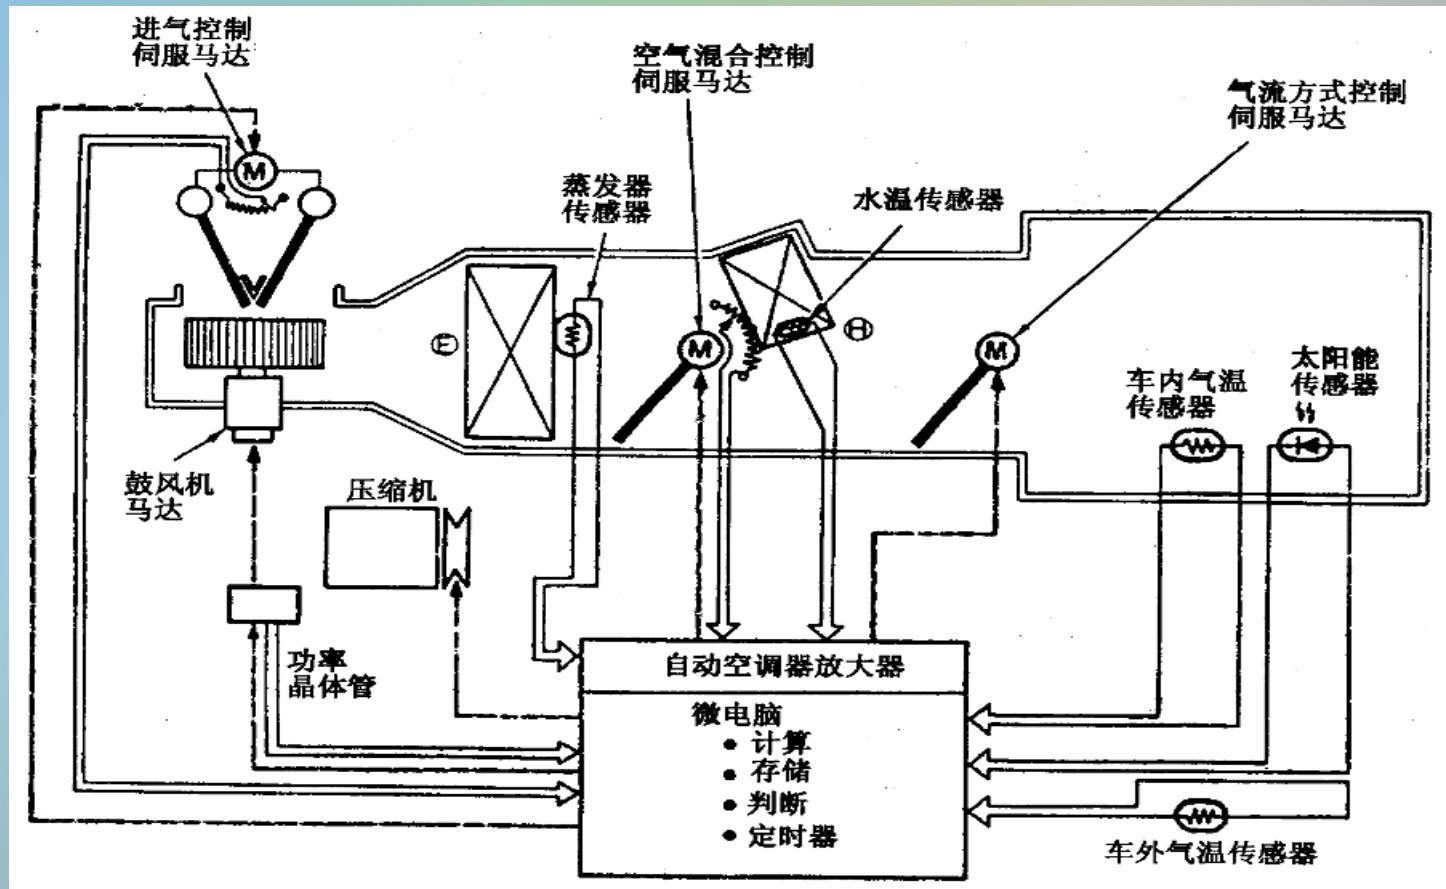

图5 电动机伺服系统
2) 电动机伺服系统，由电脑指令电动机工作，电动机在不同电流作用下，转动的方向和角度可以改变。风门在电动机的拉动下，实现气流流向的转换或开启、关闭，如图5。